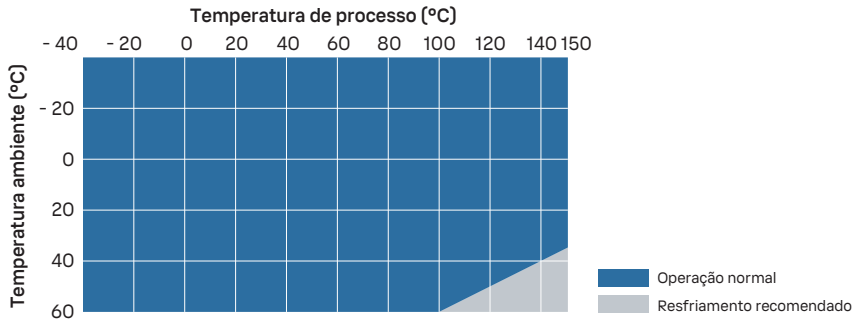

Figura 44 Temperatura do processo e resfriamento recomendado
- Use resfriamento adicional de acordo com a Figura 44 \(página 227\). Observe que os valores na figura são indicativos. O resfriamento necessário depende do local de instalação e do ambiente.